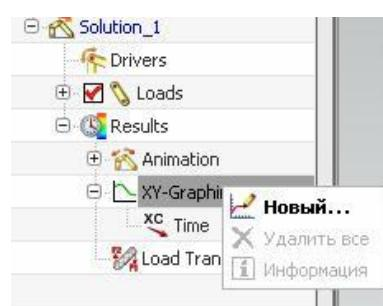
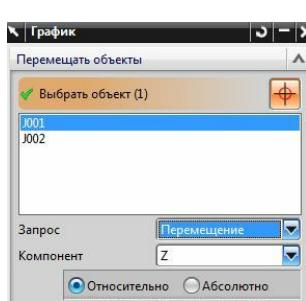
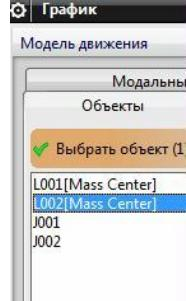

рис.3
рис.4
рис.5
- В разделе *Solution* поставьте курсор на строку *XY-Graphing*, и вызовите контекстное меню. В этом меню выберите команду **Новый...** (рис.3). В ответ появится диалоговое окно рис.4.
- В верхней части этого окна перечислены все компоненты схемы, для которых можно построить графики. В версии NX7.5 список невелик (рис.4). Это только все кинематические **связи** нашего механизма. Никаких тел в предлагаемом списке нет! И это – главное неудобство. В последующих версиях NX возможности расширены. В частности, в версии NX 8.5 система предлагает построить графики перемещения, скорости, и ускорения **центров масс** всех деталей механизма (рис.5).
- Подсветим строку центра тяжести L002 как на рис.5.